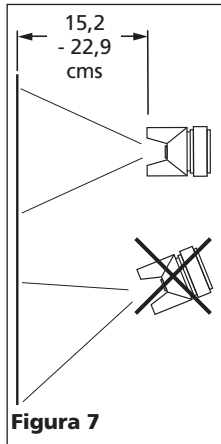

Figura 7
- Comience a rociar. Siempre mantenga la pistola en los ángulos correctos (Vea la Figura 7).